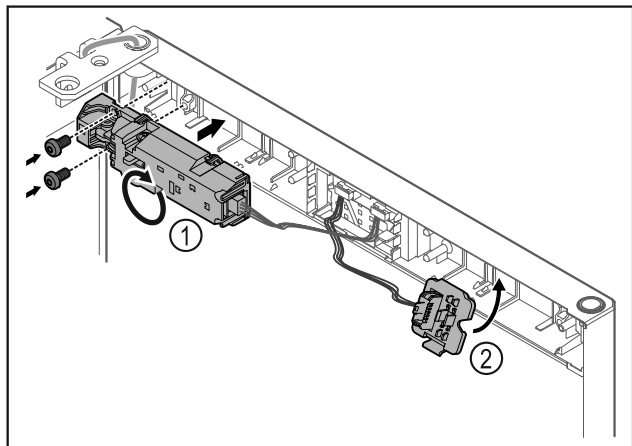

Fig. 11
- Ruotare la serratura a distanza Fig. 11 (1) di 180° e fissarla sul lato opposto.
- Innestare il supporto della spina Fig. 11 (2) sul lato opposto.*